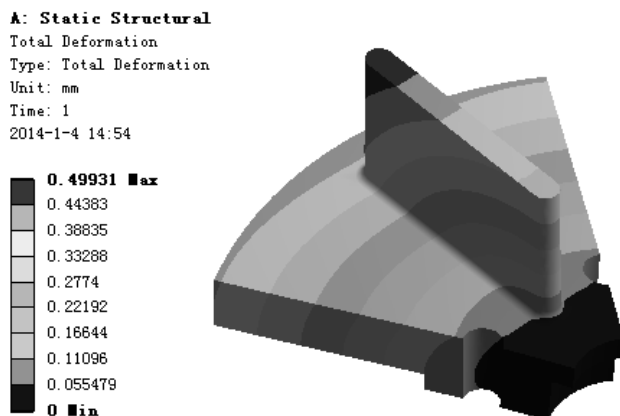

图 9.2.14 位移变形结果图解
(3) 查看位移变形结果图解。在“Outline”窗口中选中  Total Deformation，查看图 9.2.14 所示的位移变形结果，其最大位移为 0.49931 mm。